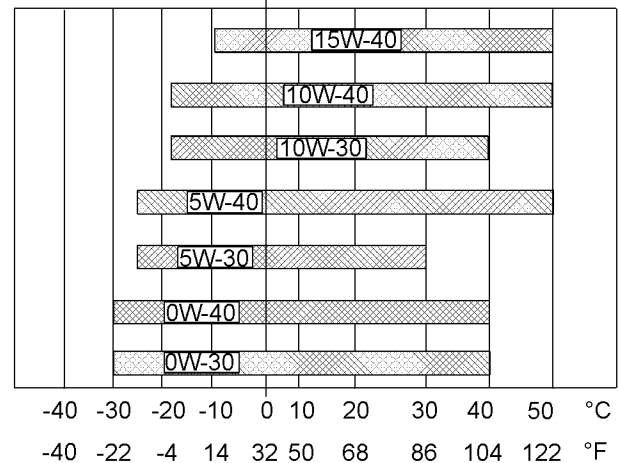

Abbildung 60
Siehe Abbildung 60 (Mindesttemperatur) zur Bestimmung der notwendigen Ölviskosität zum Starten eines kalten Motors.
Siehe Abbildung 60 (Höchsttemperatur) zur Bestimmung der notwendigen Ölviskosität für den Motorbetrieb bei der höchsten zu erwartenden Umgebungstemperatur.
- Siehe die entsprechenden "Schmierstoffviskositäten". Siehe Abbildung 60 zur Bestimmung der für den Motor richtigen Viskositätsklasse.